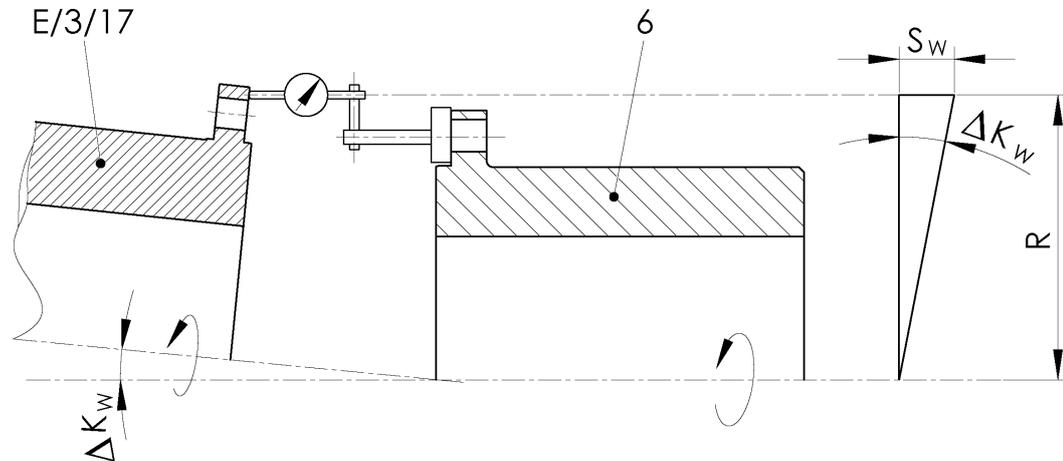

Abbildung 5-3 Winkelliger Ausrichtversatz
- Winkelligen Ausrichtversatz ermitteln (siehe Abbildung 5-3)
- Flansch/Nabe/Spannsatz/Adapter (E/3/17) mit Messuhr und Nabe/Spannsatz (6) langsam um 360° drehen.